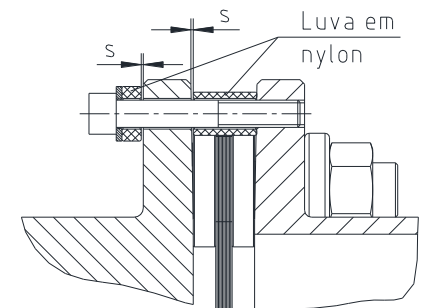

Figura 22: Limitador de movimento axial
- Após a montagem final do espaçador, re-instalar os parafusos e buchas para limitação de movimento axial (ver figura 22). Por favor observar a cota S de acordo com a página dimensional.